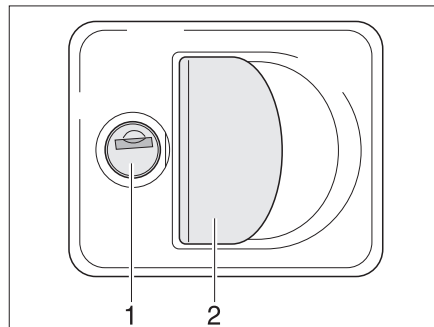

Fig. 50 Serrure du portillon avec poignée
- Insérer la clé dans le barillet (Fig. 50,1) et la tourner d'un quart de tour. La serrure du portillon est déverrouillée.
- Tirer sur la poignée de la serrure (Fig. 50,2). Le portillon extérieur est ouvert.